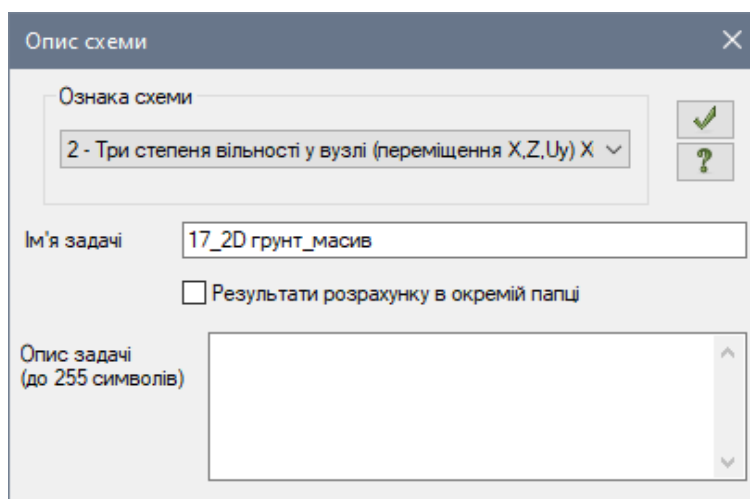

Рис. 17.2. Діалогове вікно **Опис схеми**
- У діалоговому вікні **Опис схеми** (рис. 17.2) задайте наступні параметри: